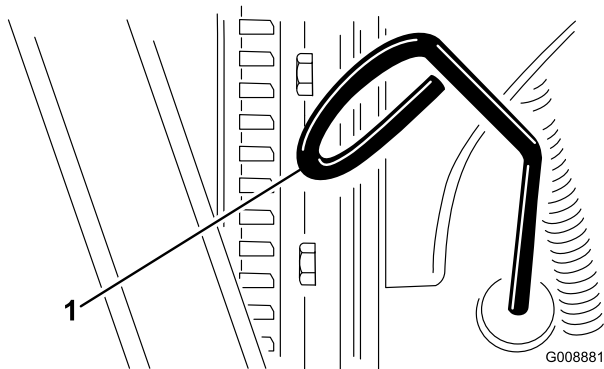

Рисунок 35
2. Выньте измерительный щуп (Рисунок 35) и протрите его чистой ветошью.